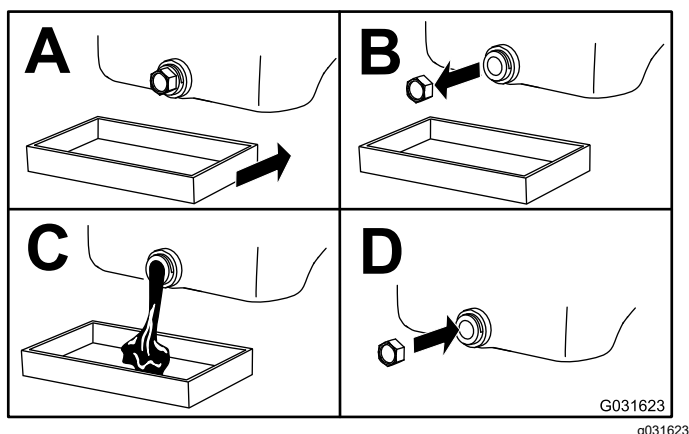

Figura 43
5. Cambie el aceite del motor, según se muestra en la Figura 43.